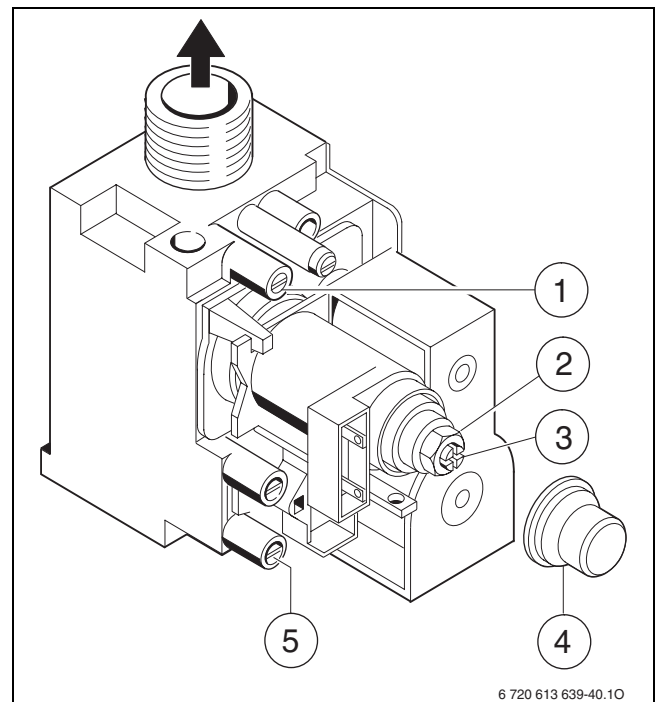

Fig. 31
- ▶ Allentare la vite di tenuta sull'attacco di misurazione per la pressione agli ugelli (1) e collegarvi il manometro gas (→ fig. 31).
- ▶ Rimuovere il sigillo in plastica (4).
- ▶ Rilevare la pressione «max» agli ugelli dalla tabella a pagina 43. Impostare la pressione agli ugelli tramite il dado di regolazione gas portata massima (2). Rotazione a destra più gas, rotazione a sinistra meno gas.